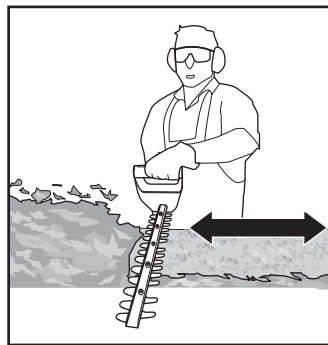

Fig. 9
9. Couper en plusieurs étapes pour obtenir de meilleurs résultats plutôt que d'essayer de couper en une seule fois si la zone à couper est particulièrement longue (Fig. 9). Les plus petits débris de coupe sont facilement compostables.